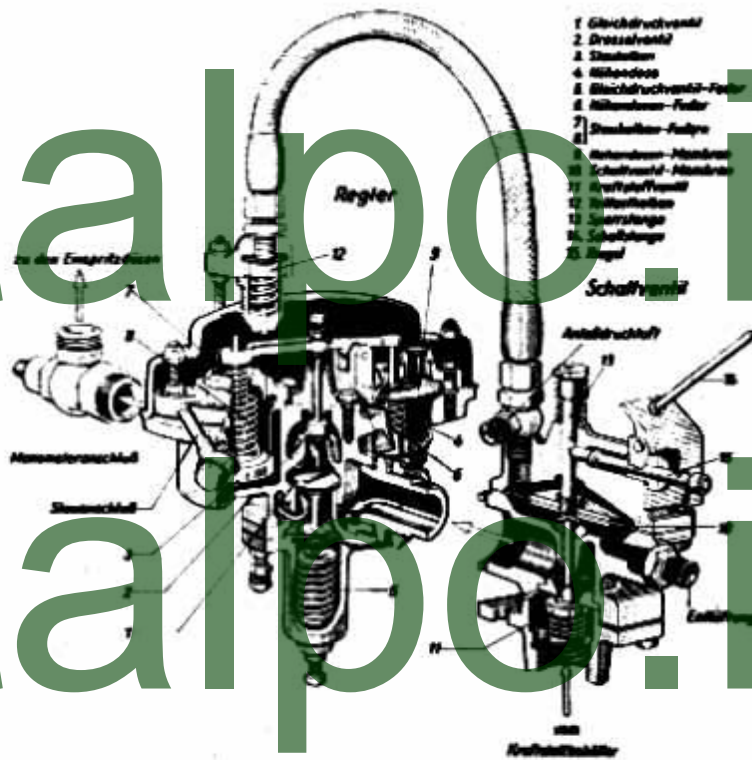

Abb. 6: Regler mit Schaltventil
Der Regler hat die Aufgabe, den Kraftstoff-Einspritzdruck je nach Flughöhe und Geschwindigkeit auf einem genauen Wert zu halten. Seine Grundelemente sind (siehe Abb. 6) das Gleichdruckventil 1 und das Drosselventil 2, welches vom Staukolben 3 und der Höhensdose 4 beeinflusst wird.
Durch Niederdrücken des Anlaßdruckknopfes an der Anlaßvorrichtung oder am Kommandogerät beginnt das Rohr zu arbeiten, indem die Zündung eingeschaltet, die Anlaßluftleitung zum Brennraum und das Schaltventil für die Kraftstoffzufuhr zum Rohr geöffnet wird. Letzteres wird folgendermaßen durchgeführt (siehe Abb. 6): Die Membran 10 wird auf der Oberseite von der Anlaßdruckluft beaufschlagt, auf der Unterseite vom Außenluftdruck. Die hierdurch entstehende Kraft öffnet das Ventil 11, so daß der vom Behälter über das vorgeschaltete Filter zugeführte Kraftstoff über den Regler und die Düsen in den Brennraum gespritzt wird. Sobald das Ventil geöffnet ist, wird durch Federkraft der Verriegelungsstift 15 in eine Nut der mit der Membran verschraubten Sperrstange 13 gedrückt. Dadurch bleibt das Schaltventil auch nach Abstellen der Anlaßluft (Loslassen des Druckknopfes am Kommandogerät) geöffnet. Sollte das Rohr nicht einwandfrei anspringen, so ist sofort auf den Abstellknopf zu drücken, wodurch von einem am Schwenkarm der Anlaßvorrichtung befindlichen druckluftgesteuerten Kolben die Schaltstange 11 niedergedrückt wird. Hierdurch wird über das Winkelblech der Riegel 15 gegen die Federkraft zurückgezogen, so daß das Schaltventil schließen kann.
- b) Der Gleitschalter (Abb. 6).